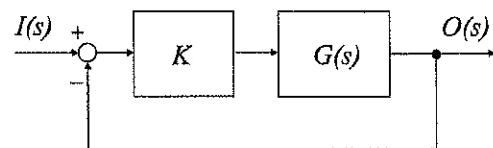

Fig.7-4
(3) Fig.7-4に示すフィードバック制御系(feedback control system)に関して、以下の問い合わせよ。